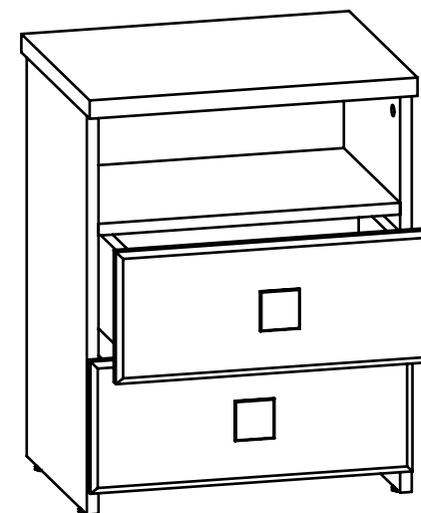

Рис.10
8. Установите тумбу прикроватную. Вставьте ящики. Установите заглушки минификсов (Рис. 10).